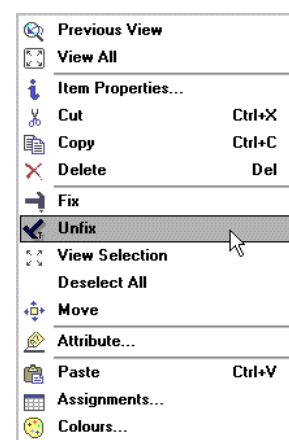

Рис. 9. Контекстное меню, вызываемое щелчком правой кнопки мыши на компоненте.
4. В появившемся контекстном меню выберем команду Unfix (рис. 9).